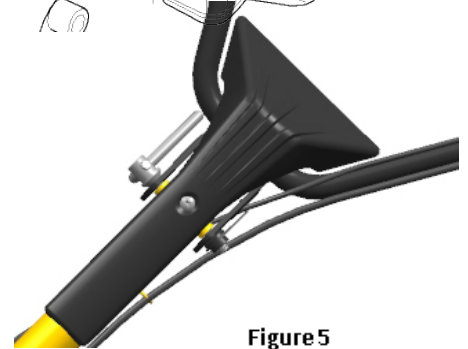

Figure 5
- Poluzować śrubę regulacyjną i wybrać otwór znajdujący się najwygodniejszym położeniu. Ustawić poprzeczkę kierownicy na odpowiedniej wysokości, po czym obrócić śrubę regulacyjną w celu jej dokręcenia (patrz rys. 5)